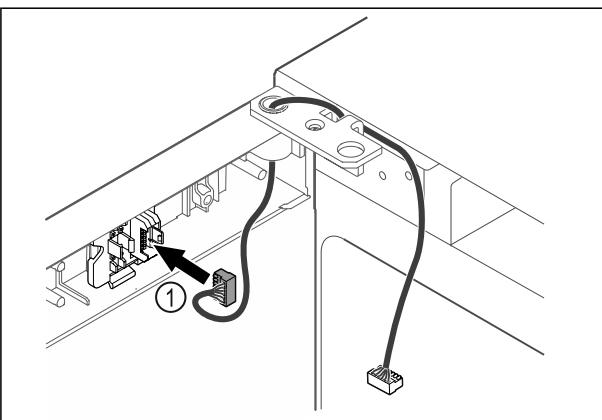

Fig. 63
- Zasuňte zástrčku Fig. 63 (1) do držiaka zástrčky.